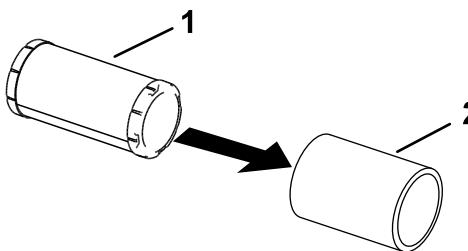

Figura 44
5. Separe os filtros de esponja e papel (Figura 44).